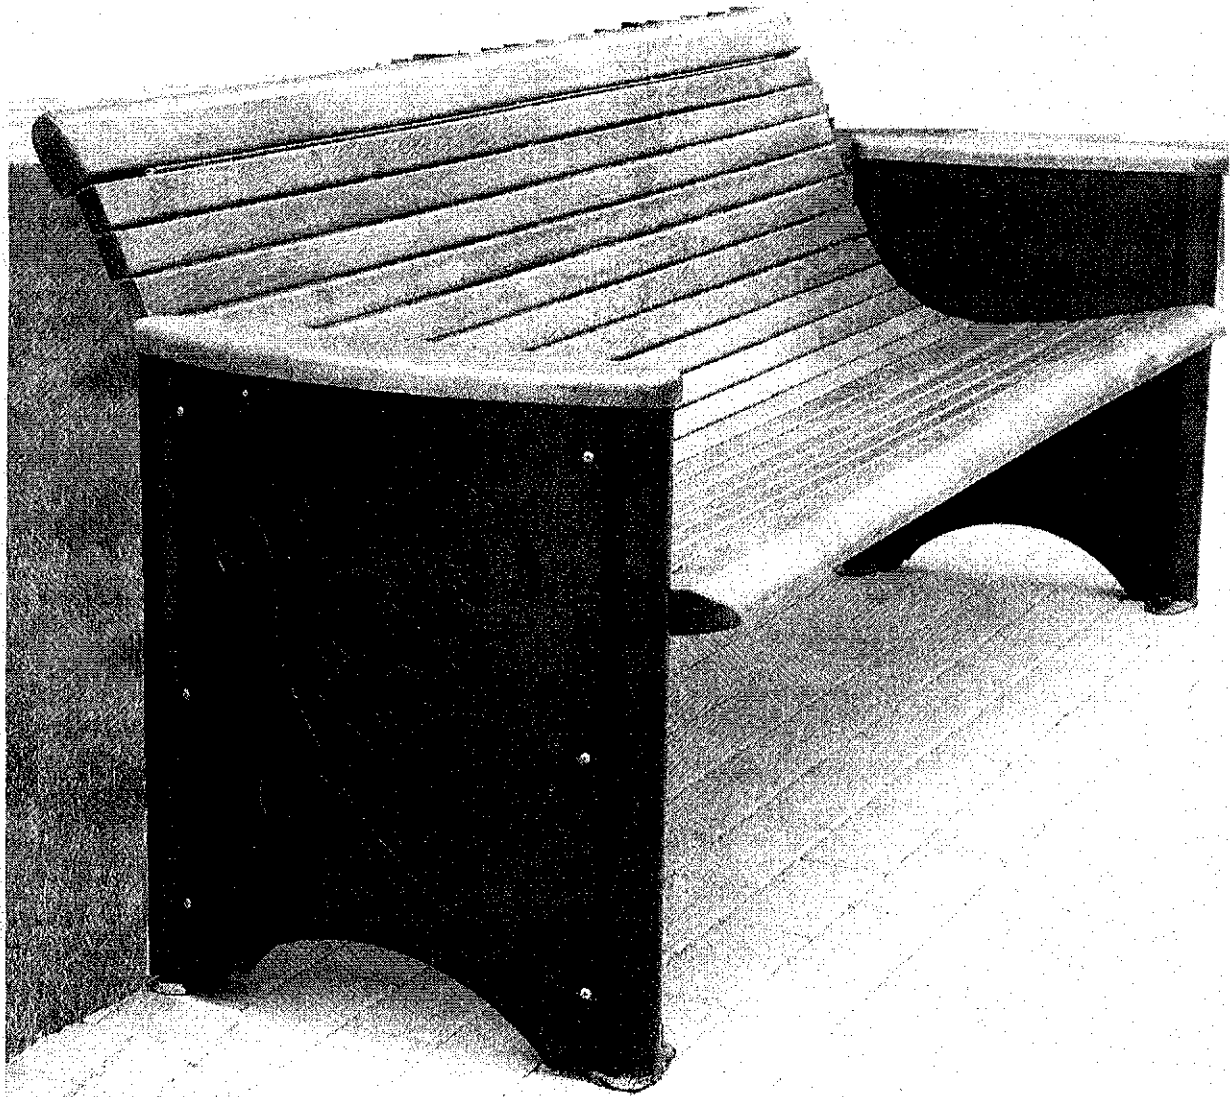

Fig.1
1.2 Modelul care face obiectul achiziției este prezentat în fig. 1 din Anexa 1 la prezentul